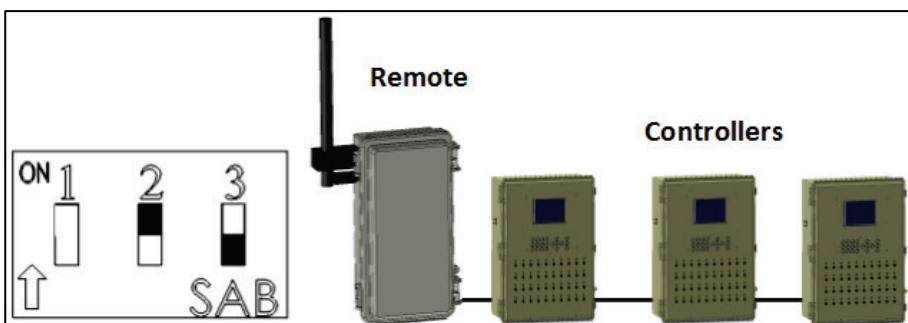
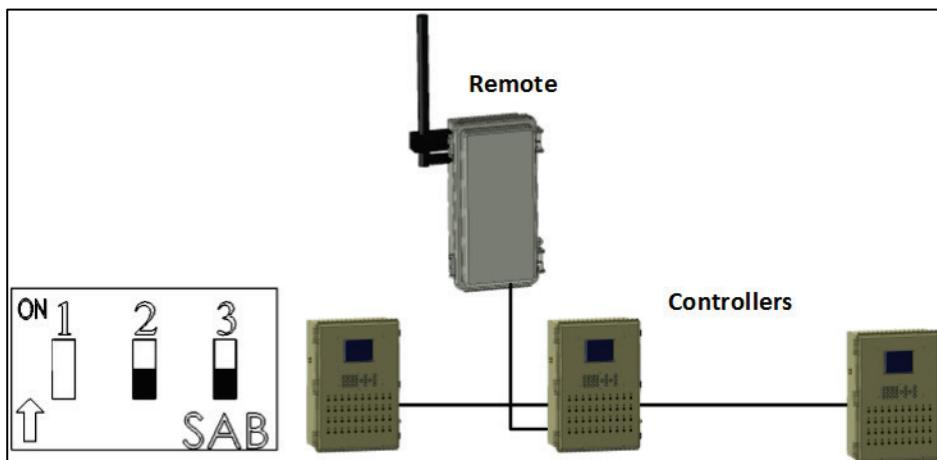

图43: 端子启用
图44: 端子禁用
- 图 43 和图 44 未显示 5V 变光开关设置。参照有关该功能设置的信息.